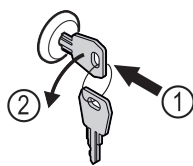

Fig. 181
- ▶ Dugja be a kulcsot. Fig. 181 (1)
- ▶ Forgassa el a kulcsot 90°-kal az óramutató járásával ellenkező irányba. Fig. 181 (2)